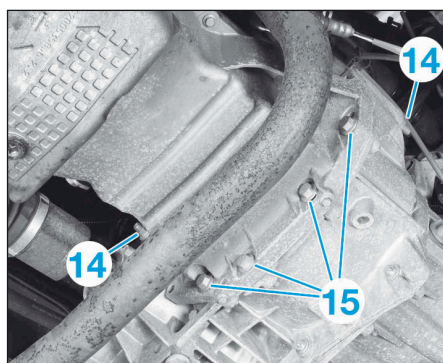

FIG.9
- les fixations (12) du support,
- le support de boîte de vitesses (13),
- les écrous (14) des goujons de la boîte (Fig.9),
- les vis de fixation inférieures (15) de tour de boîte,